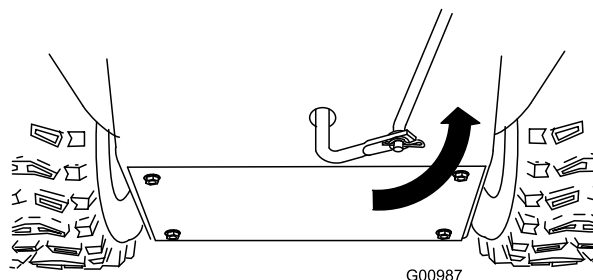

Figura12
5. Rotiți brațul inferior de cuplare complet în sus (în sens invers acelor de ceasornic) (Figura12).